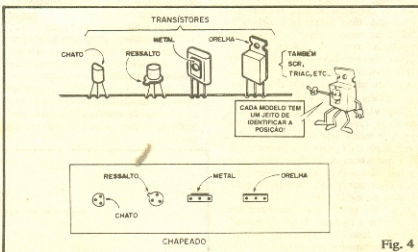

Fig. 4
- FIG. 4 - Os transistores, componentes polarizados (terminais têm posição certa e única para serem ligados aos circuitos), existem em vários "modelos" ou "desenhos de encapsulamento... Para cada tipo, existe uma estilização básica na nossa norma: os de pequena potência, corpo em epoxy preto ou cinza, tem seu lado chato nitidamente referenciado na estilização; os metálicos, com um pequeno ressalto, têm este também nitidamente indicado nos "chapeados". Os de maior potência (e também tamanho) têm ou uma superfície metalizada num dos lados, ou uma espécie de lapela ou orelha metálica que sobressai na altura do componente... Em ambos os casos, esses pontos referenciais são claramente mostrados na estilização, de modo que a peça seja posicionada corretamente (observar a figura). Tudo "continua" como se fosse no "chapeado" observado diretamente por cima...